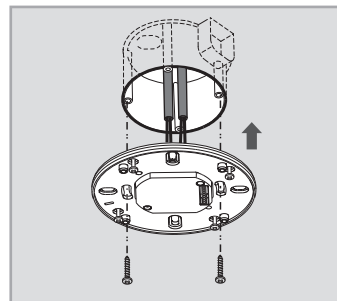

FIG.11
- Fixer la boîte d' alimentation dans la boîte de raccordement de norme européenne à l' aide de 2 pcs de vis (Voir FIG.11).